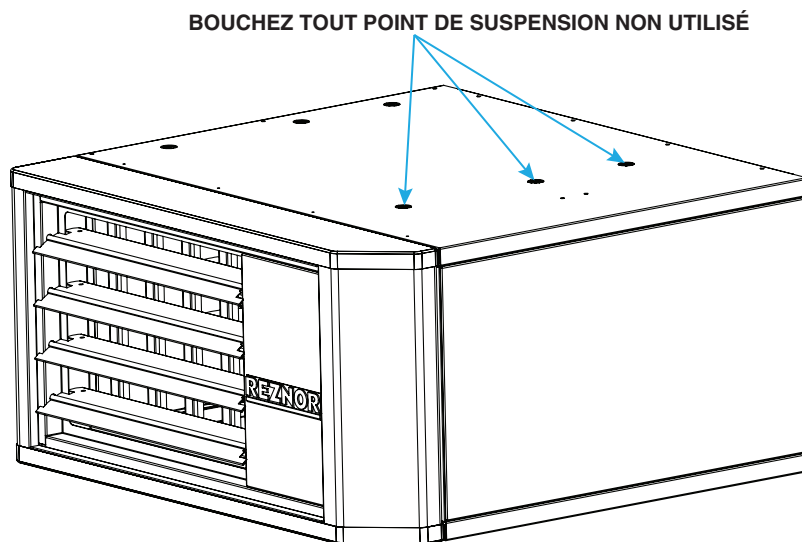

Figure 5. Bouchage des points de suspension non utilisés (modèles UBZ et UDZ seulement)
- La pochette de documentation qui accompagne l'appareil de chauffage contient trois vis à tête fendue (PN 20331 1) et trois rondelles de fermeture (PN 61658). Sur les modèles UBZ et UDZ, ces vis à tête fendue et rondelles doivent être utilisées pour sceller tout trou non utilisé dans le haut de l'appareil (côté commande) après la fixation des pièces de suspension (voir Figure 5).